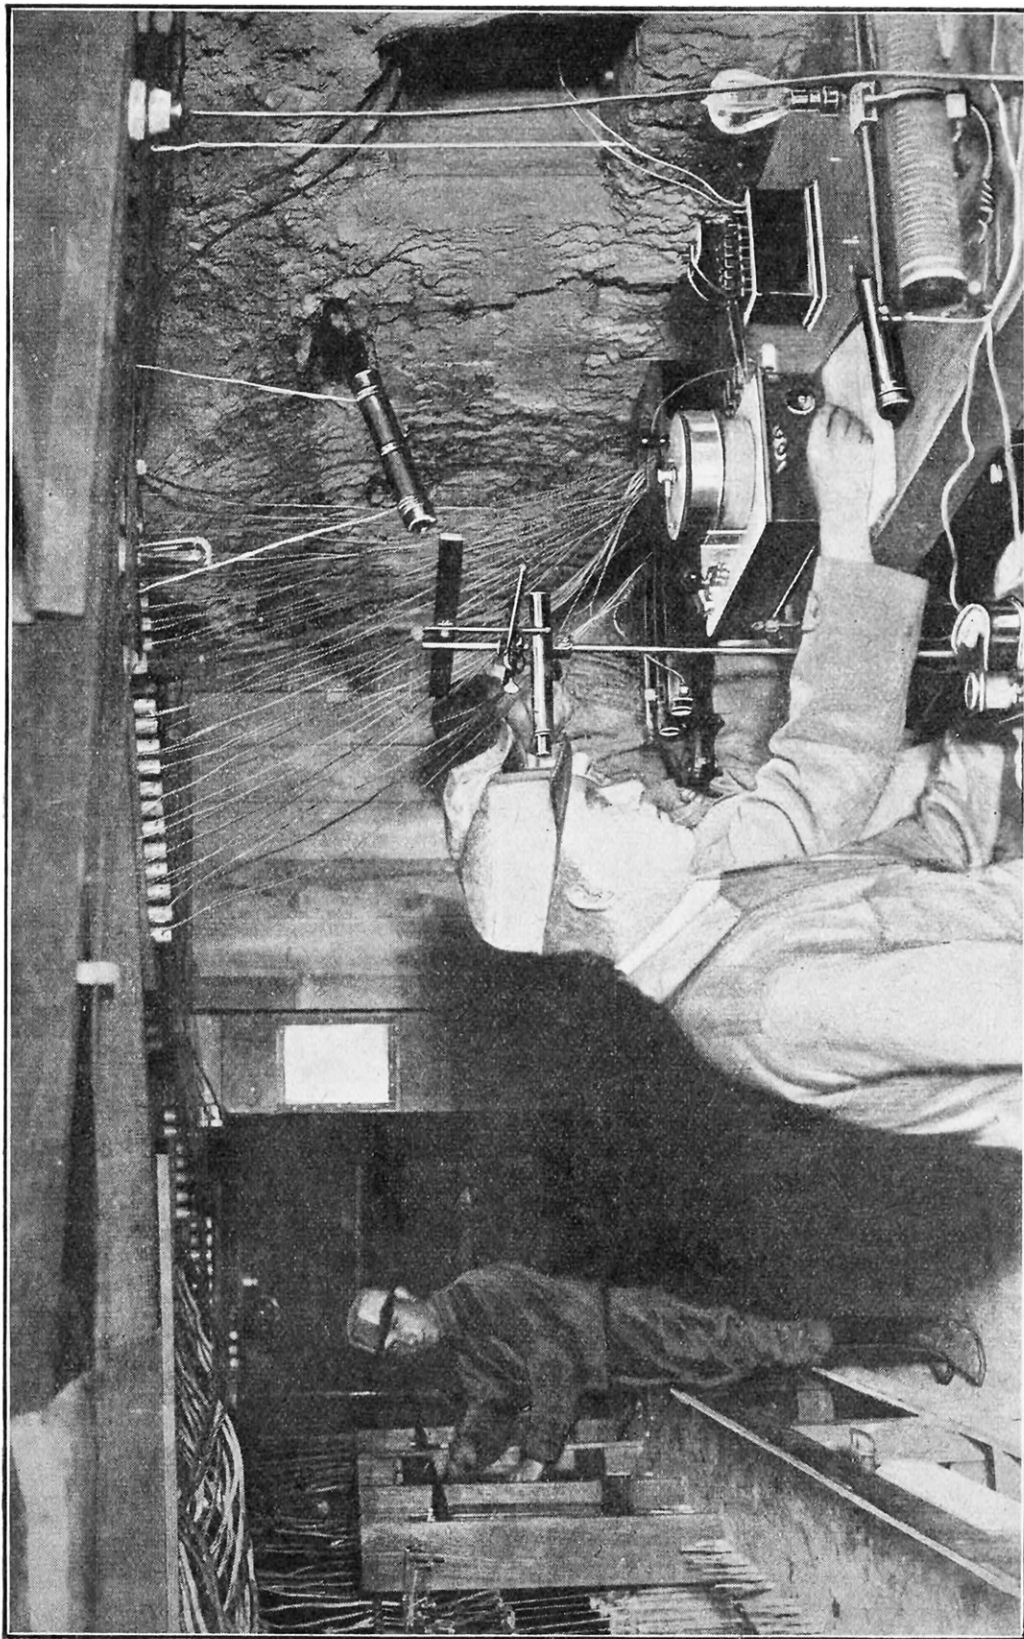

FIG. 1. — LA MESURE DES TEMPÉRATURES DU TUNNEL ET DE SES PAROIS AU MOYEN DE POTENTIOMÈTRES SPÉCIAUX
**L**e Bureau des Mines des Etats-Unis vient d'installer à Bruceton, près de Pittsburgh (Pennsylvanie), un *souterrain* spécialement agencé pour étudier la ventilation des tunnels dans lesquels circulent des véhicules automobiles (figure 1). L'ingénieur en chef, M. Clifford M. Holland, ainsi que ses collaborateurs, MM. A. C. Fieldner et J-W. Paul, furent amenés à s'occuper de cette question des atmosphères viciées parce que l'on va construire, entre New-York et New-Jersey, plusieurs passages tubulaires de 9.000 pieds de longueur (2.743 mètres environ) pour permettre le passage des véhicules divers sous la rivière Hudson.